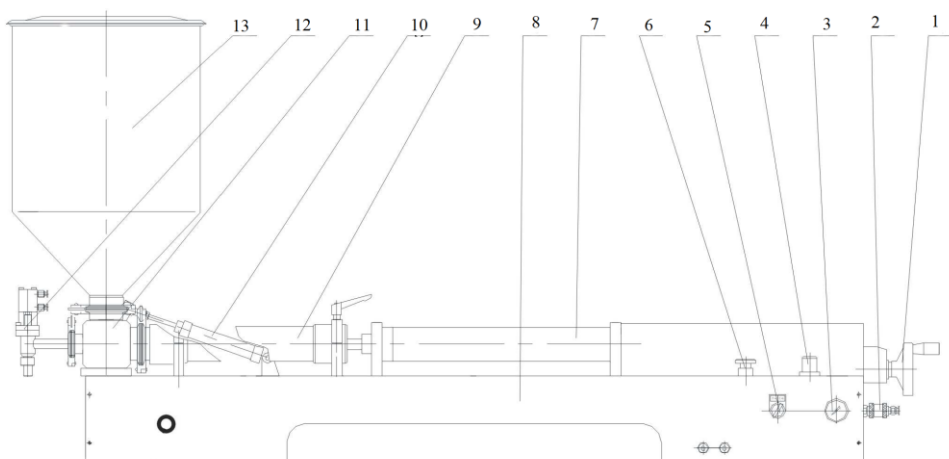
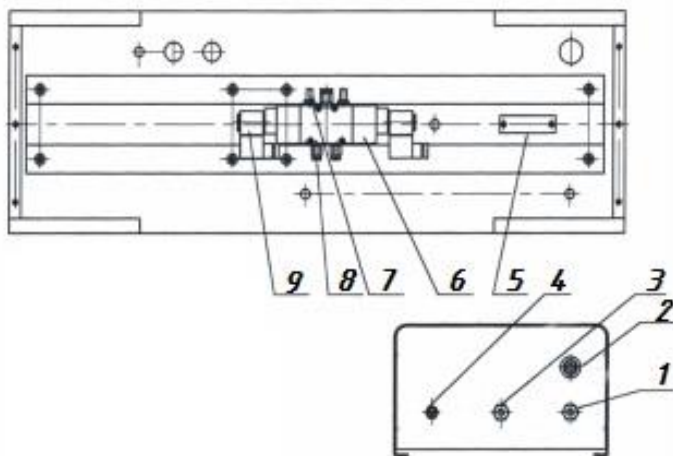

Рис.1 – Дозатор поршневой серии G1WTD, G2WTD, Модели Y1WTD, Y2WTD, аналогичны, но без загрузочного бункера и измененным загрузочным клапаном.
Рис. 3 Вид снизу, распределительные клапана воздушной системы
1. Установите сосуд с материалом (см. рис.1) в верхней части корпуса клапана (11),
2. Затем зафиксируйте соединительную деталь с помощью анкерных зажимов (10).
4. Включите блок питания (5) (см. рис.3).
5. Подключить источник воздуха (воздушный компрессор*) (2) (отодвиньте задвижку) (см. рис.1).
6. Установите рабочий режим переключателя (5) на «педаль» (см. рис.1).
7. Нажимайте на педаль, пока материал не потечет из разливочной головки (12) (см. рис.1).
8. Откройте переключатель источника воздуха (2) (см. рис.1).